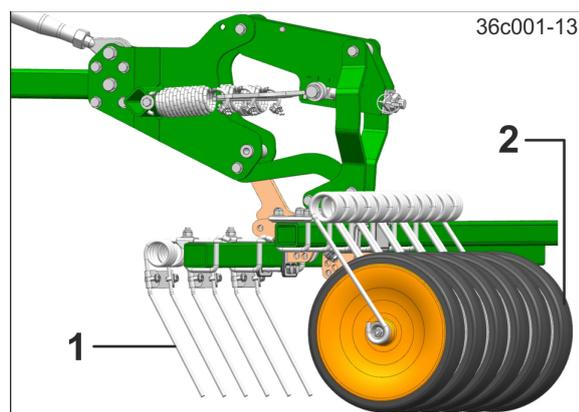

Fig. 75
- Striegelzinken (Fig. 75/1)
- Andruckrollen (Fig. 75/2).